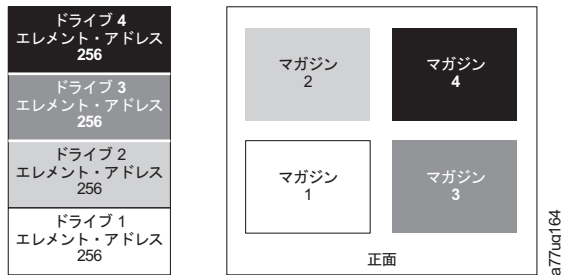

図 17. パーティション 4 つのシステムの構成
- 論理ライブラリー 1: スロット 1 から 23、4096 (0x1000) から 4118 (0x1016) ( 34 ページの図 17 を参照)
4 つの論理区画で構成されると、エレメント・アドレスの割り当ては次のようになります。DTE の割り当ては、34 ページの図 17 で示されています。